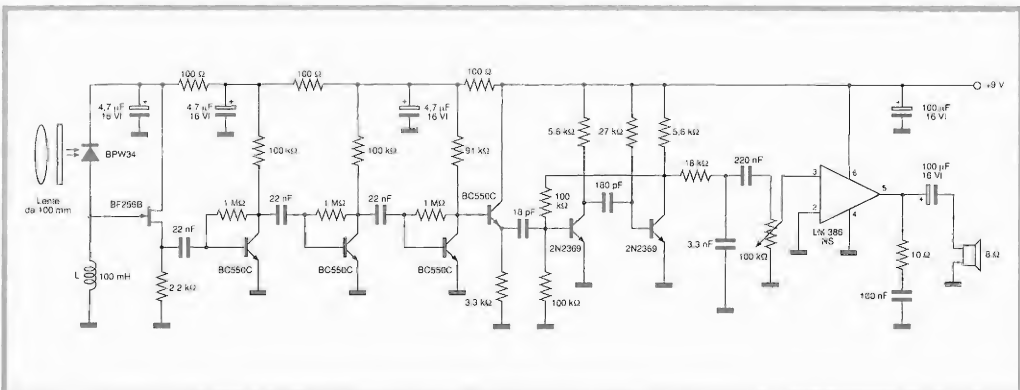

Figura 6.10. Ricevitore a infrarossi in modulazione di frequenza.
cuito di collettore si trova il LED a infrarossi TSHA5503 (o equivalente). Lo schema del ricevitore è riportato in Figura 6.10. Il segnale a infrarossi viene ricevuto per mezzo del fotodiiodo (FD) BPW34. La bobina L, connessa tra il gate del FET d'ingresso e massa, rende insensibile il circuito verso l'influsso della luce ambiente. La catena degli amplificatori a transistor che segue, spoglia il segnale da eventuali componenti parassiti dovuti alla presenza della stessa luce ambiente e, nello stesso tempo fornisce una energica amplificazione del segnale. L'ultimo BC550C della catena è montato come inseguitore di tensione ed ha il compito di adattare l'impedenza per i due 2N2369 che seguono. Attraverso l'integratore formato dal resistore da 18 kΩ e dal condensatore da 3,3 nF, il segnale viene poi posto ai capi del regolatore di volume da 100 kΩ e quindi all'ingresso dello stadio finale realizzato attorno all'LM386 il quale lo amplifica in potenza e lo rende in altoparlante.